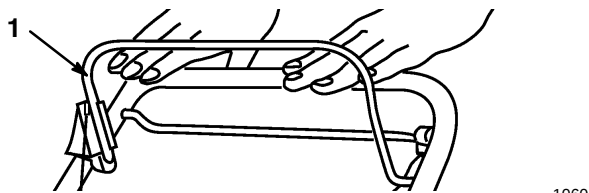

Figure 7
1. Lâcher la barre de commande de lame (Fig. 7). Le moteur et la lame doivent s'arrêter. S'ils ne s'arrêtent pas, consulter immédiatement un réparateur.